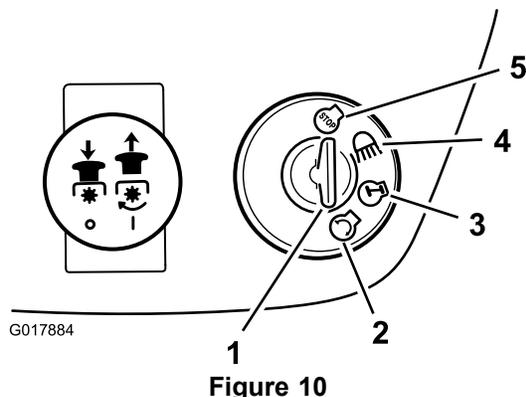

Figure 10
6. Tournez la clé de contact dans le sens des aiguilles d'une montre et maintenez-la en position de Démarrage (Figure 10).
2. Tournez la clé de contact à la position contact coupé (Figure 10).